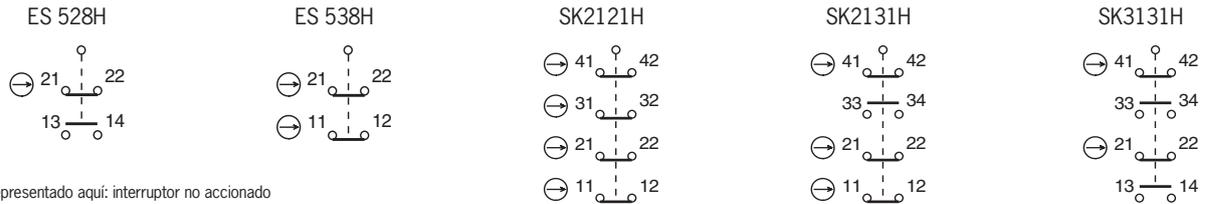

Fig. 3: Asignación de contactos de los elementos interruptores
Debe usarse como mínimo un contacto (☞). Este señala el estado del bloqueo (para la asignación de contactos, consulte la Fig. 3).
2. Apriete las conexiones y los bornes con 0,5 Nm (para la asignación de contactos, consulte la Fig. 3).